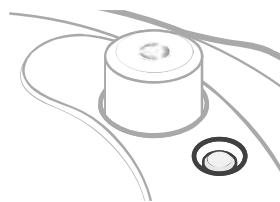

Figure 1.8
- La soupe à flotteur indique s'il y a de la pression à l'intérieur de l'autocuiseur. La soupe à flotteur baissée signifie qu'il n'y a pas de pression à l'intérieur. [Figure 1.8]